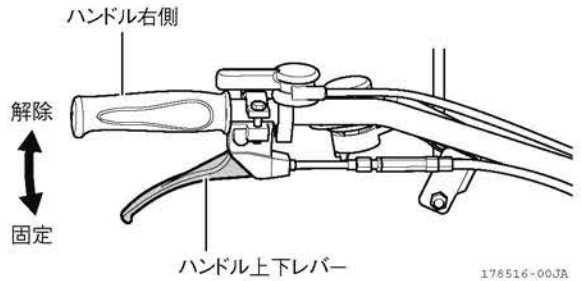

図 2-39 ハンドル上下レバー
3. ハンドル上下レバーで、ハンドル高さを適切な位置に調節します。(図 2-39)